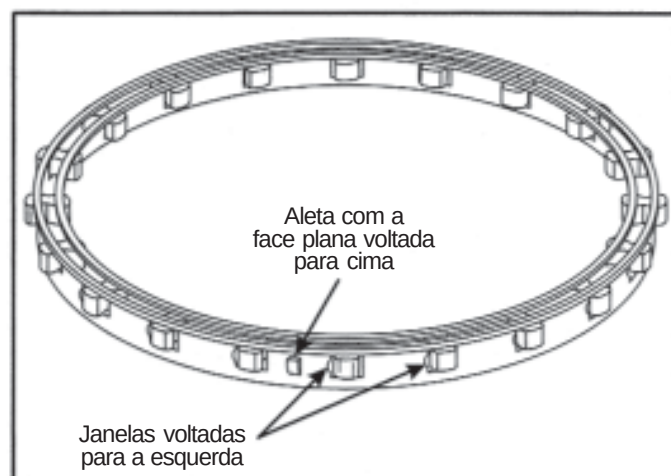

Figura 92
- Instale a catraca de baixa dentro da engrenagem anelar, com a face plana das aletas voltadas para cima e as janelas voltadas para o lado esquerdo (Vide Figura 92).
- Instale o segundo rolamento de terminação na engrenagem anelar com a parte lisa voltada para cima, conforme ilustrado na Figura 92.